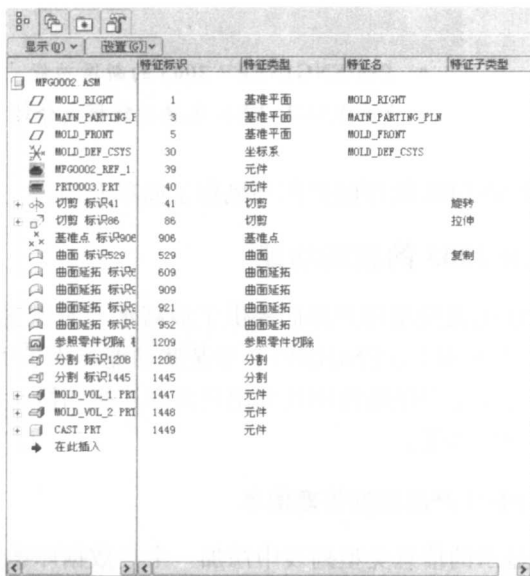

图 1-3 “模型树”信息显示
(3) 单击 **确定** 按钮完成 PDM 信息设定, “模型树”信息显示如图 1-3 所示。